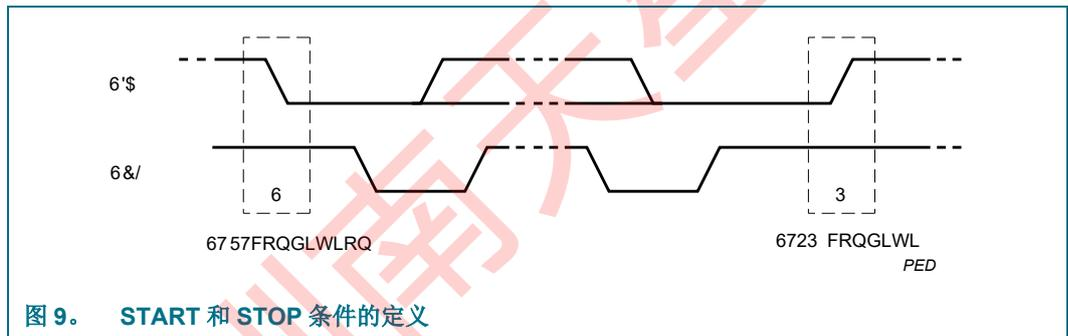

图 9. START 和 STOP 条件的定义
当总线不繁忙时，数据和时钟线都保持高。时钟高时数据线的高到低过渡被定义为 START 条件 (S)。当时钟高时，数据线的低到高过渡被定义为 STOP 条件 (P) (见 图 9)。